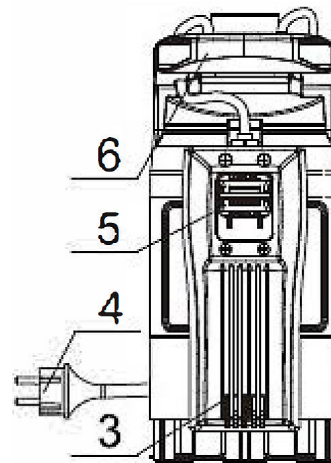

Abb. 10: Automatischer Betrieb der Pumpe
Der Schwimmerschalter 3 (Abb.10) schaltet die Pumpe automatisch ein, wenn der Wasserstand die Einschalthöhe überschreitet - das Wasser wird abgepumpt. Sobald der Wasserstand unter die Einschalthöhe fällt, schaltet der Schwimmerschalter die Pumpe aus.
Schritt 2: Schieben Sie den Schaltknopf 5 (Abb.10) auf Automatik.
Schritt 3: Stellen Sie die Pumpe auf eine feste Oberfläche oder verwenden Sie ein Seil, das durch das Bohrloch im Tragegriff 6 (Abb.10) befestigt ist, um die Pumpe in einen Brunnen oder Schacht einzutauchen.
Schritt 4: Stecken Sie das Netzkabel 4 (Abb.10) in eine Netzsteckdose.